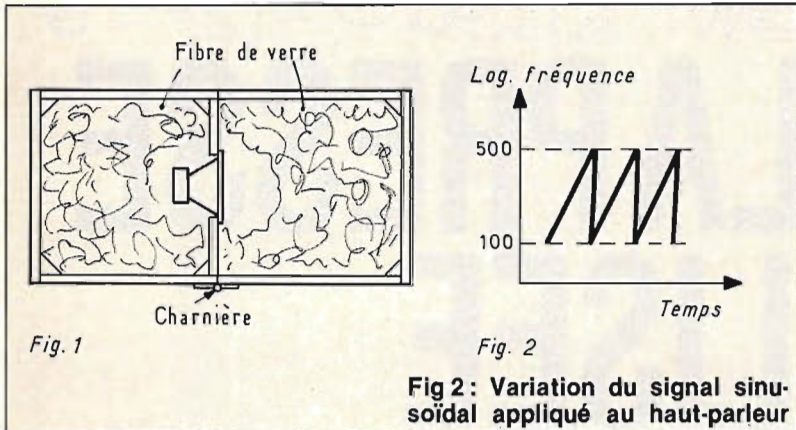
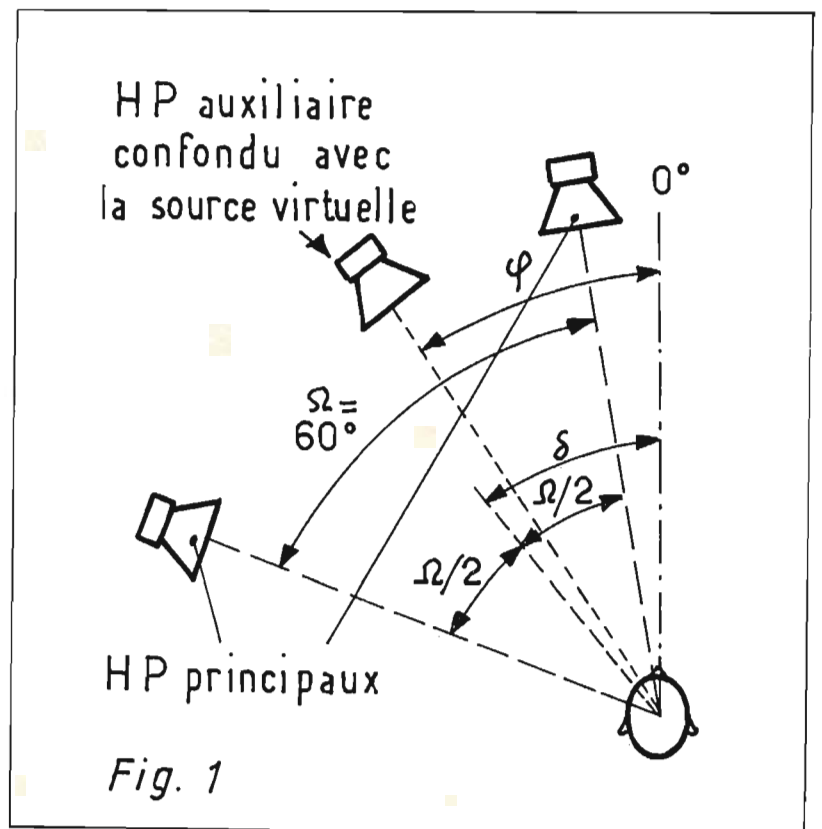
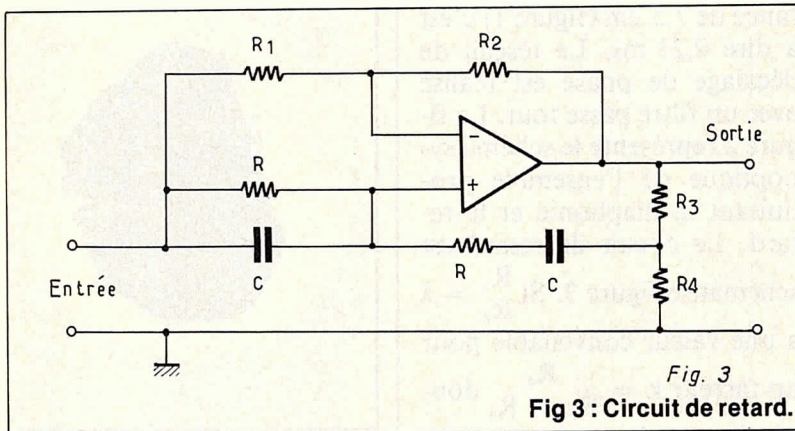

Fig 2: Variation du signal sinusoïdal appliqué au haut-parleur
Fig 1 : Définition du montage d'essais. Le HP auxiliaire est monté sur un bras pivotant pour pouvoir être déplacé commodément et sans bruit.
Fig 3 : Circuit de retard.
JBL utilise deux enceintes accolées de 280 litres chacune (figure 1) formant un ensemble étanche. Le signal appliqué est sinusoïdal glissant entre 100 et 500 Hz à la fréquence de répétition de 2 à 8 Hz (figure 2). Pour les haut-parleurs à chambre de compression l'excursion se fait entre 500 ou 800 Hz et 2 kHz. La puissance est calculée en prenant la valeur nominale de l'impédance et non pas la valeur minimale de la courbe d'impédance car cela correspondrait à une puissance artificiellement trop
faut entendre source obtenue en composant le son émis par deux sources réelles (H.P.) situées à la même distance de l'auditeur, faisant entre elles un certain angle  $\Omega$  et alimentées par deux signaux ne différant que par l'amplitude (fig. 1).
- la position latérale  $\delta$  (voir fig. 1) par bonds de 10 ou  $20^\circ$ .
Il faut réaliser un circuit variable pour tous les casques. Le retard correspond à une distance de 7,5 cm (figure 1) c'est à dire 0,25 ms. Le réseau de décalage de phase est réalisé avec un filtre passe tout. La figure 2 représente le schéma synoptique de l'ensemble produisant la diaphonie et le retard. Le circuit de retard est schématisé figure 3. Si  $R_1 = \lambda$  et  $R_2 = \lambda$  a une valeur convenable pour un facteur  $k = \frac{R_4}{R_3 + R_4}$  donné, le circuit a une réponse plate mais introduit un retard de phase maximal de  $360^\circ$ , le retard est de  $180^\circ$  si  $k = \frac{5\lambda - 1}{\lambda + 1}$ . Dans le cas actuel k est tel que le déphasage croît linéairement avec la fréquence. k a une valeur approximative de 0,25.